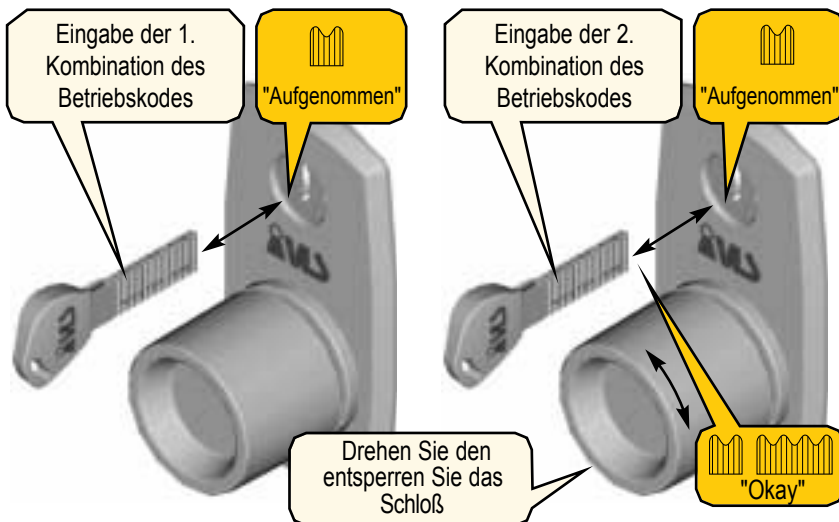

Abbildung 27 - Programmieren des Betriebskodes
7. Führen Sie den Schlüssel in die Schlüsselaufnahme bis zum Anschlag ein. Dabei soll das Signal "Aufgenommen" tönen. Nehmen Sie den Schlüssel aus der Schlüsselaufnahme heraus. Dabei soll das Signal "Aufgenommen" auch tönen (Abb. 27).
9. Führen Sie den Schlüssel in die Schlüsselaufnahme bis zum Anschlag ein. Dabei soll das Signal "Aufgenommen" tönen. Nehmen Sie den Schlüssel aus der Schlüsselaufnahme heraus. Dabei soll das Signal "Aufgenommen" auch tönen (Abb. 27).